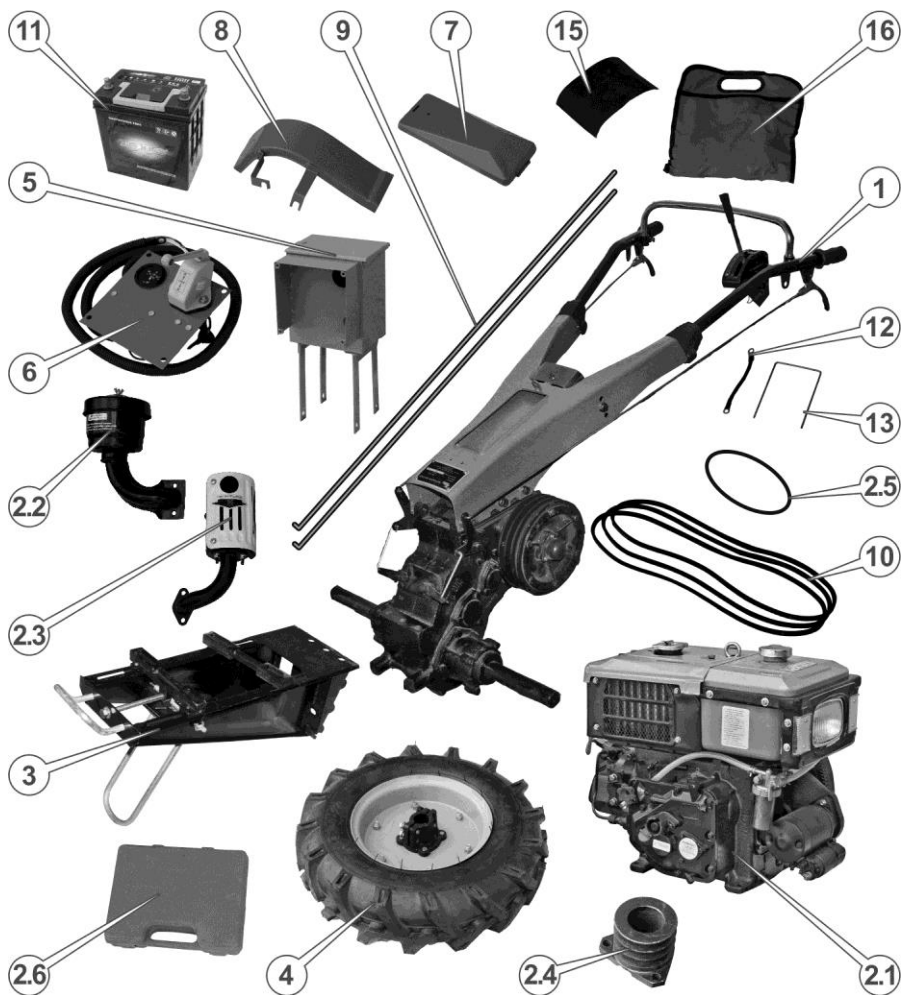

Рисунок 10. – Комплектація у розібраному стані
У разі поставки в розібраному стані мотоблок має комплектацію (див. рис. 10.):
17. Керівництво з експлуатації (не зображено на рис. 10.)